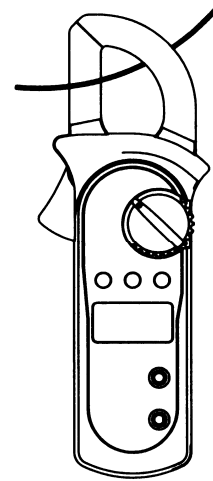

Рис. 9
G. Измерение переменного тока (рис.9)**⚠ Предупреждение**